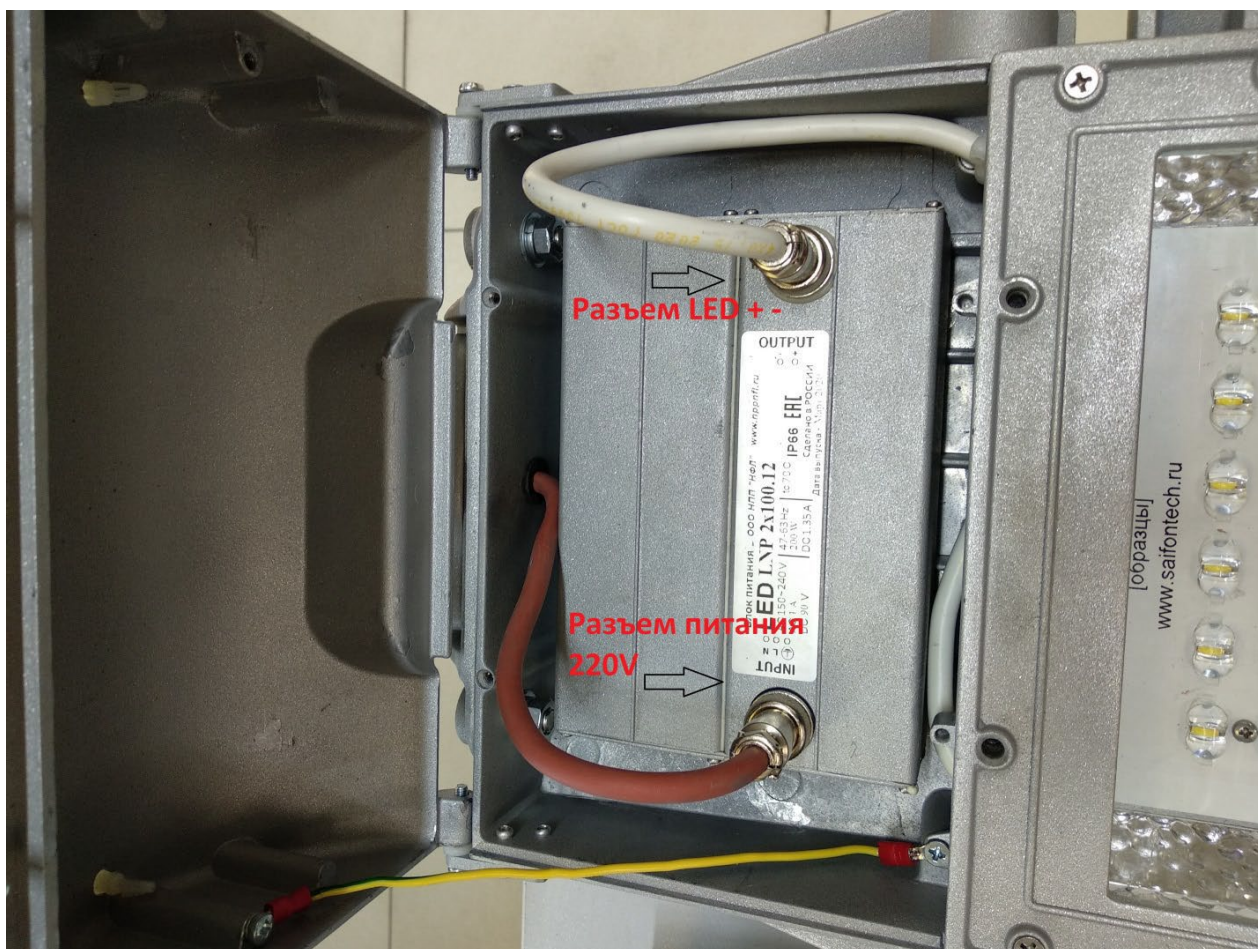

Рис.4
3. Отключить разъем питания 220V и разъем LED + - (см. Рис.4).